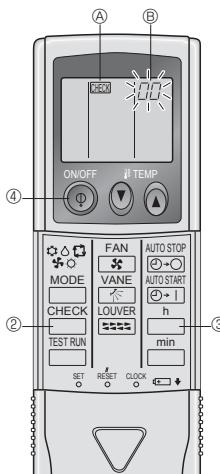

Fig. 7-4
7.3.2. สำหรับรีโมทคอนโทรลไร้สาย (Fig. 7-4)
- ① เปิดสวิตช์
- ② กดปุ่ม **CHECK** ส่องครั้ง